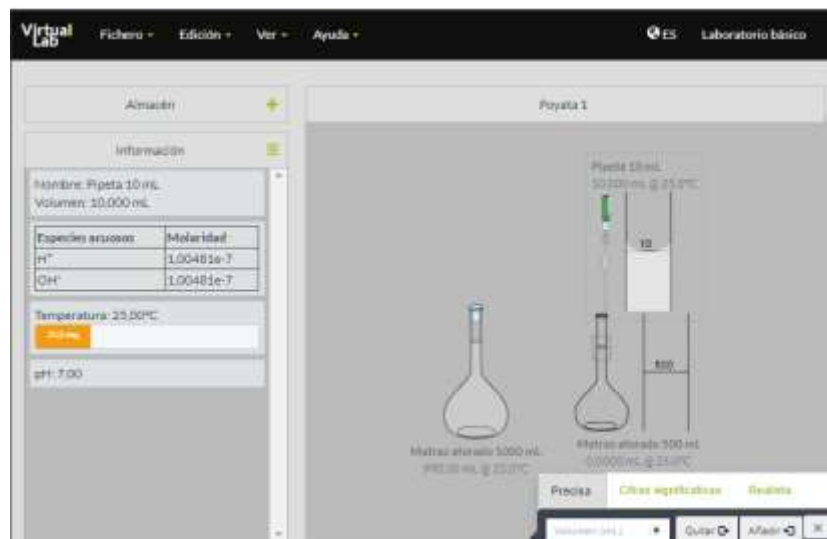

Figura 8. Simulador *Making stock solutions from solids*.
9. Elija un matraz volumétrico de 500 [ml] del **Almacén** y vierta los 10 [ml] de la disolución madre con ayuda de la pipeta. Para ello, coloque dicha pipeta sobre el matraz volumétrico de 500 [ml] y añada el volumen requerido (figura 8).